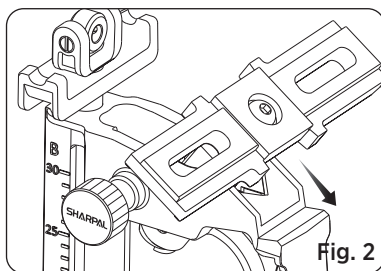

Fig. 2
**Tipp:** Stellen Sie sicher, dass der Drehknopf vor dem Betrieb gelockert ist (Siehe Fig. 2).